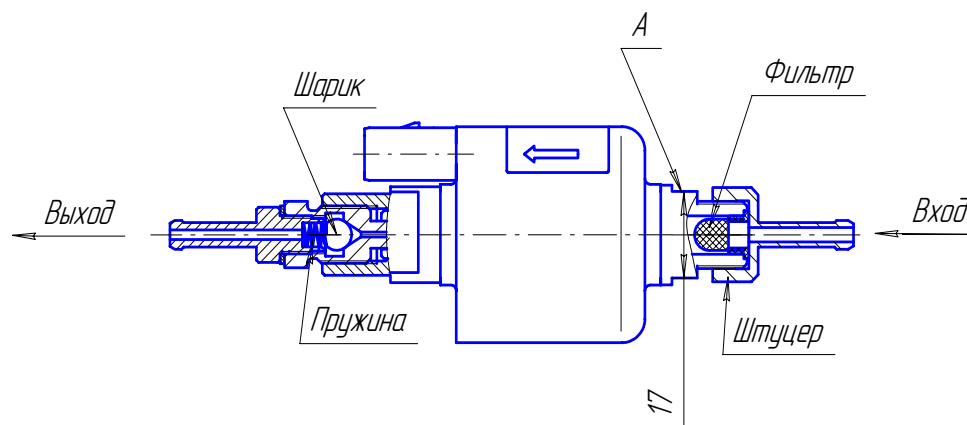

Рис.9.1 – Топливный насос
1) демонтировать топливный насос с автомобиля. Зафиксировав ключом (ключ на 17 мм) от поворота за поверхность А. Отвернуть штуцер и снять фильтр (см. рис.9.1), при этом запрещается фиксация топливного насоса за другие поверхности при отворачивании и наворачивании штуцера;